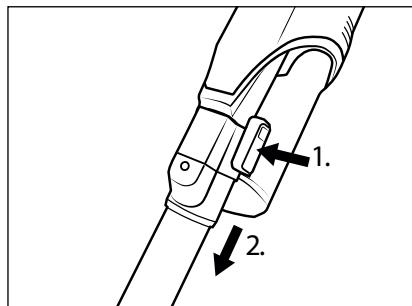

Abb. 11
- ◆ Um das Saugrohr ④ vom Gerät zu entfernen, halten Sie die Saugrohr-Entriegelungstaste ⑤ gedrückt und ziehen Sie das Saugrohr ④ von der Saugöffnung des Gerätes ab (siehe Abb. 11).